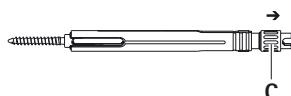

Afb. 5
- Schuif buitenhuls A in de richting van de pediculusschroef en klem de pediculusschroef vast in klemhuls 2 met klemschroef C, zie Afb. 5.